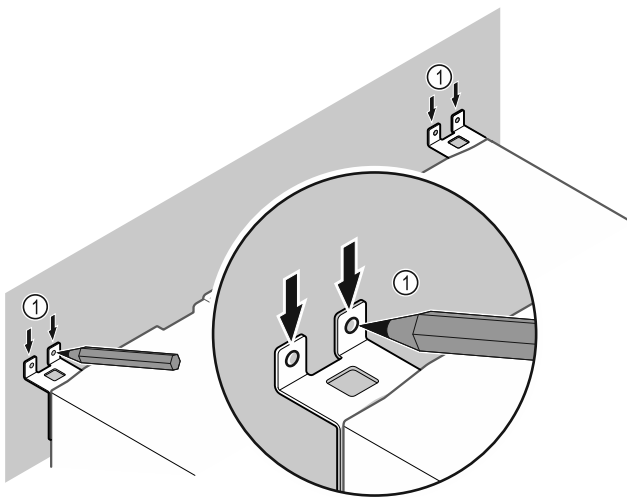

Fig. 13
- ▶ Markeringen op de wand aanbrengen Fig. 13 (1).